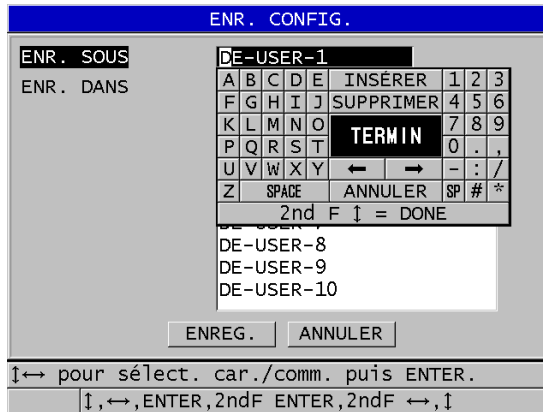

Figure 12-6 Enregistrement de la configuration
- b) Dans l'écran **ENR. CONFIG.**entrez le nom de fichier souhaité pour la configuration personnalisée (voir la Figure 12-6 à la page 245).